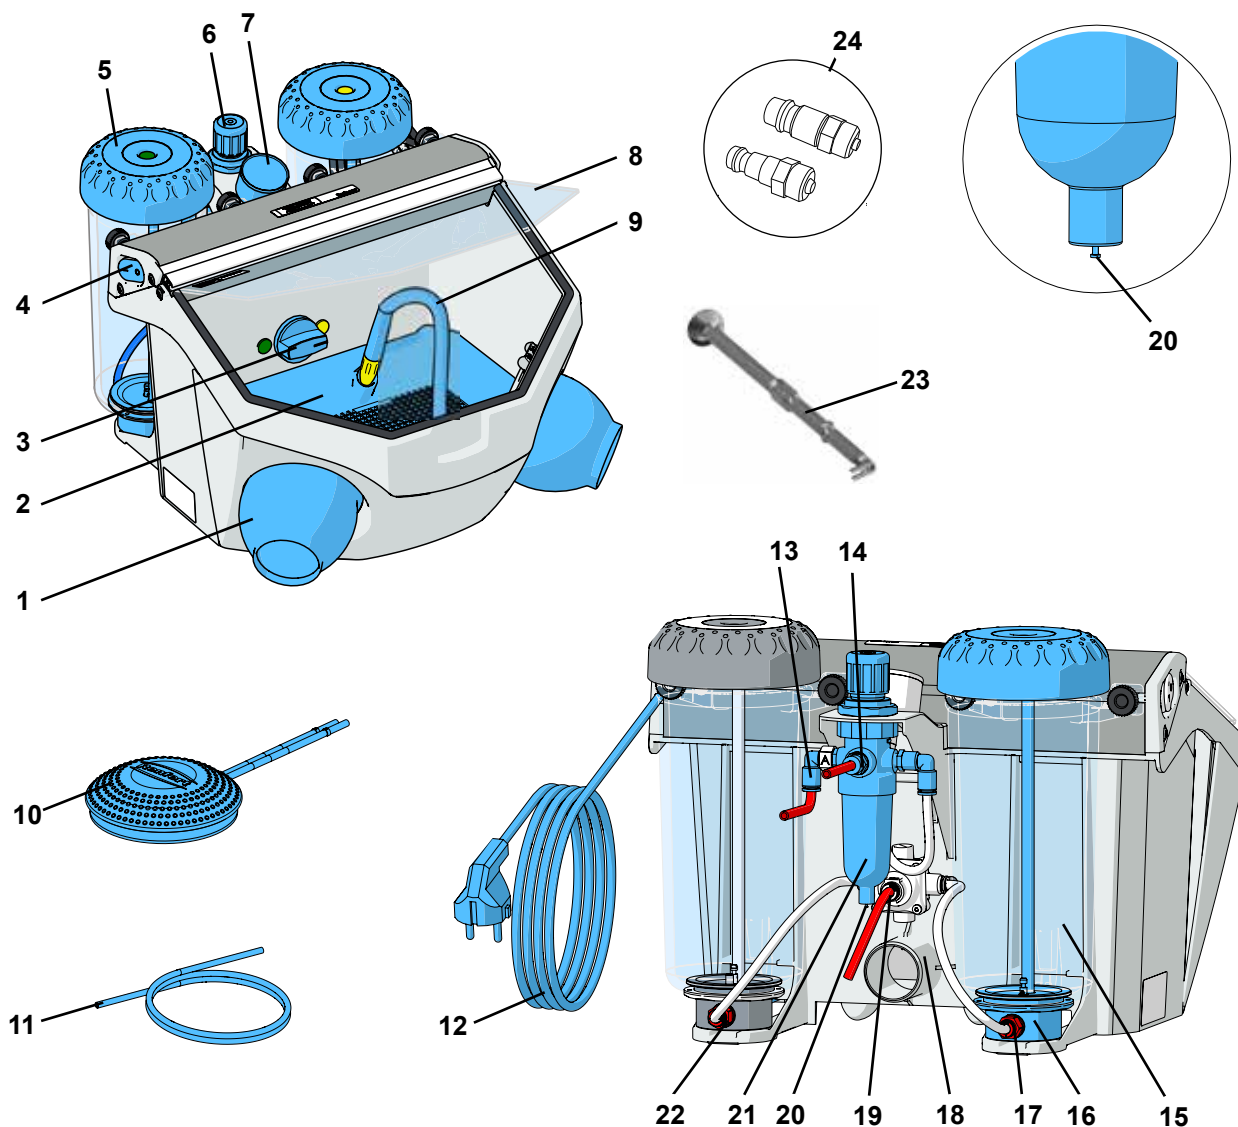

Fig. 1
- ⇒ Rul netkablet (12, Fig. 1) ud.